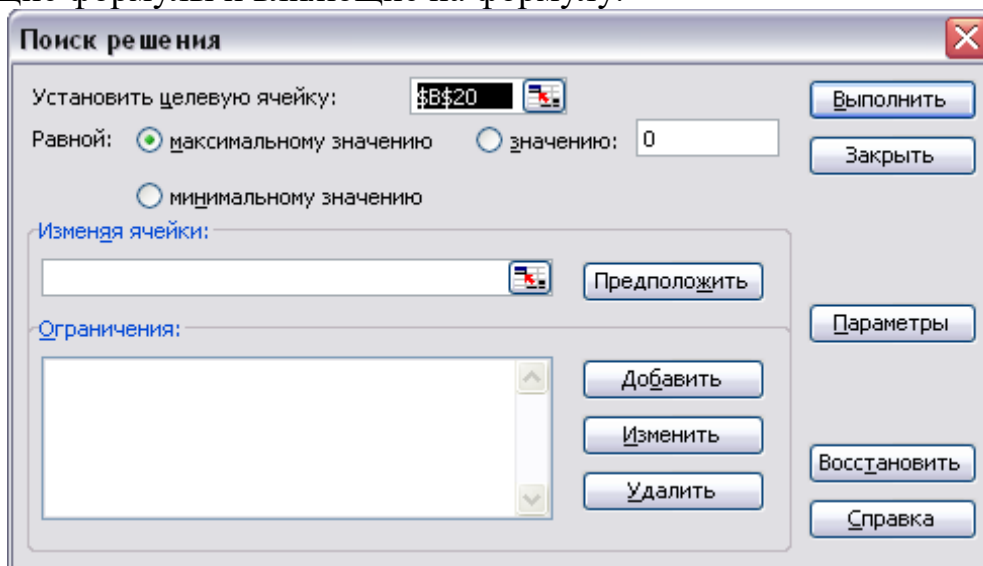

Рисунок 1.2 Диалоговое окно **Поиск решения**
- 2) Выбрать команду **Сервис – Поиск решения**. При этом появляется диалоговое окно **Поиск решения** (рисунок 1.2).
- 4) Установить тип взаимосвязи между целевой ячейкой и решением путем выбора переключателя (таблица 1.1) в группе **Равной** (рисунок 1.2).